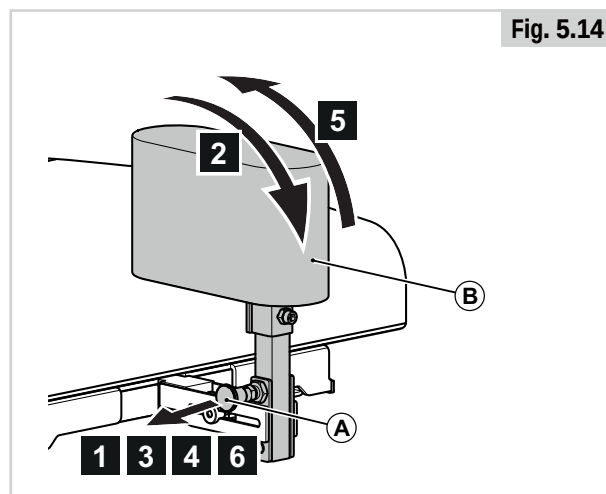

Fig. 5.14
5.9 Plot d'abduction (Fig. 5.14)